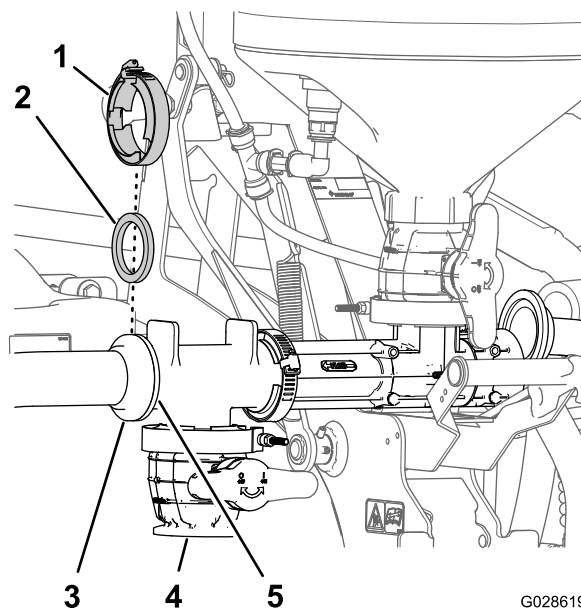

Figure 24
- Alignez le raccord à bride du flexible de la cuve et la bride avant du raccord en T (Figure 24).
- Fixez le flexible de la cuve au raccord en T avec un joint et un collier à bride (Figure 24).
- Élevez et abaissez le mélangeur pour vérifier que le flexible de la cuve n'accroche aucune autre pièce du pulvérisateur (Figure 24).